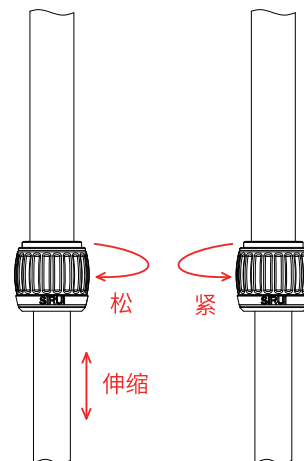
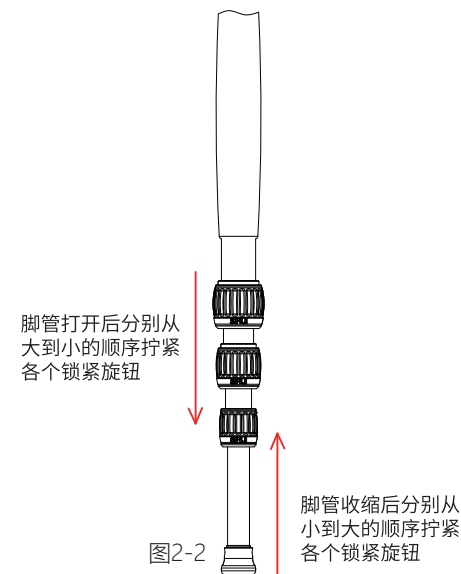

图2-1
图2-2
2. 伸缩脚架管:按图示的方向同时或分别将锁紧旋钮转动约1/2圈,然后将脚管拉出您所需要的长度,再按图示方向,分别从小到大的顺序拧紧各个锁紧旋钮;收缩时松开锁紧旋钮应按从小到大的顺序操作(如图2-1至图2-2所示);